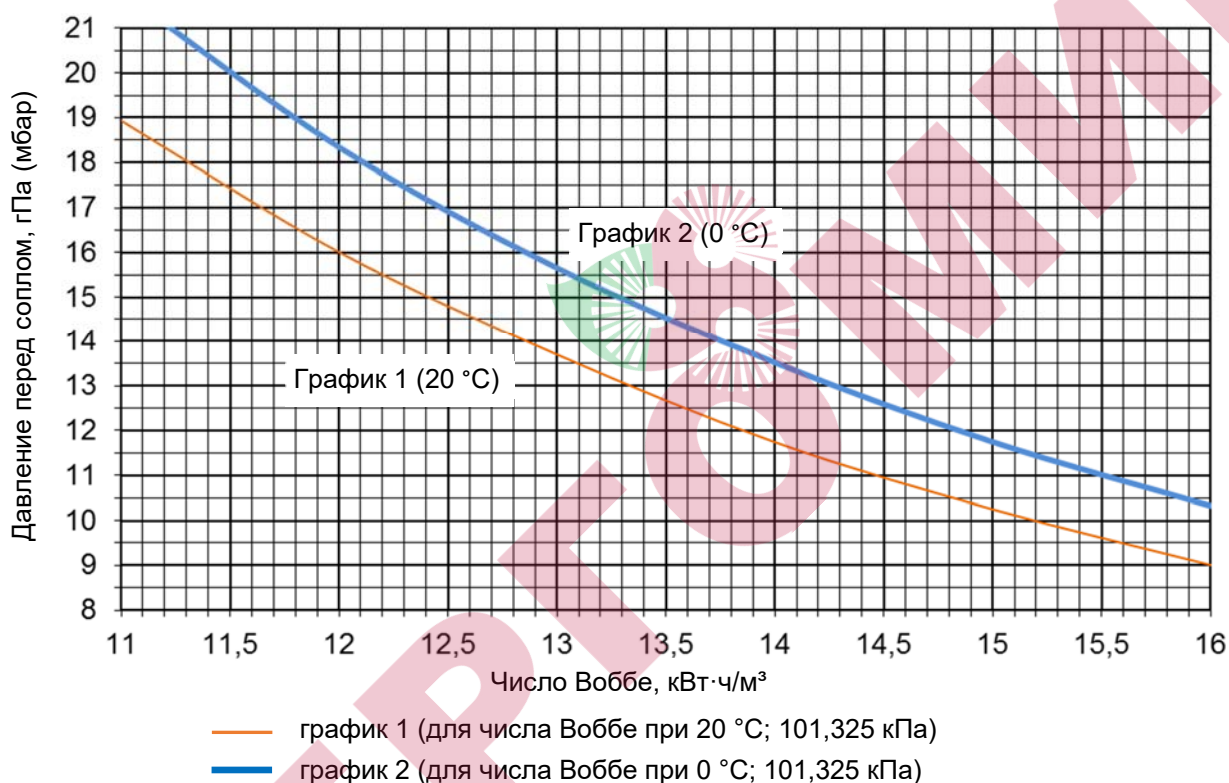

Рисунок 4.2.2 Определение давления газа перед соплом
*** Для достижения номинальной тепловой мощности излучателя необходимо давление газа на входе в сопло установить согласно графику (рисунок 4.2.2), в зависимости от числа Воббе используемого природного газа (информацию о числе Воббе необходимо получить у местной газораспределительной организации).**